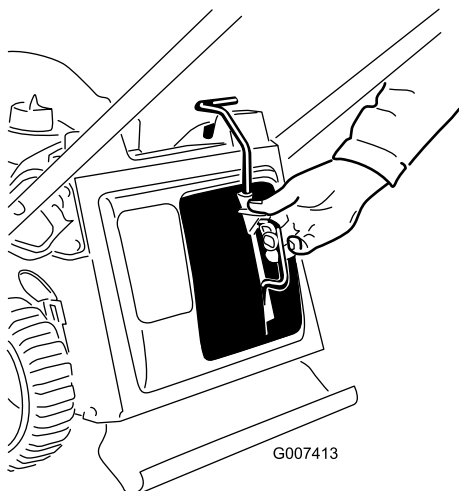

Figure 10
2. Appuyez sur le bouton du levier avec le pouce et insérez complètement l'obturateur de mulching dans l'ouverture (Figure 10).